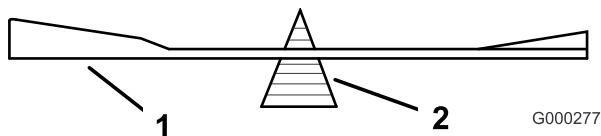
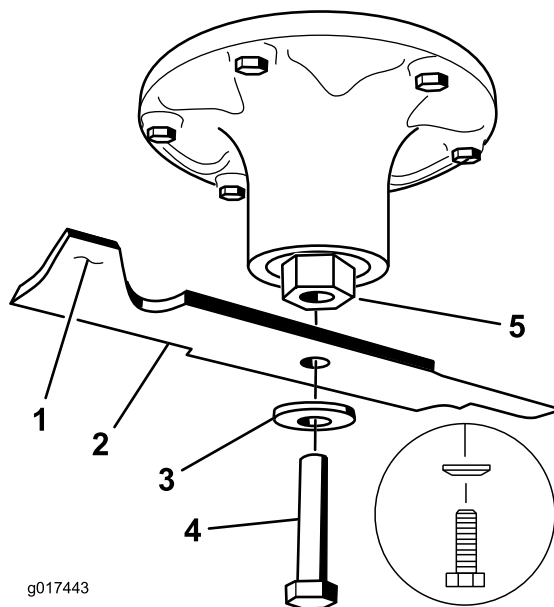

Figura 80
Figura 81
2. Verifique el equilibrio de la cuchilla colocándola sobre un equilibrador de cuchillas (Figura 80). Si la cuchilla se mantiene horizontal, está equilibrada y puede utilizarse. Si la cuchilla no está equilibrada, rebaje algo del metal en la parte de la vela solamente (Figura 81). Repita este procedimiento hasta que la cuchilla esté equilibrada.
2. Instale la cuchilla, la arandela de muelle y el perno de la cuchilla. El cono de la arandela de muelle debe estar orientado hacia la cabeza del perno (Figura 81). Apriete el perno de la cuchilla a 115–150 Nm (85–110 pies-libra).